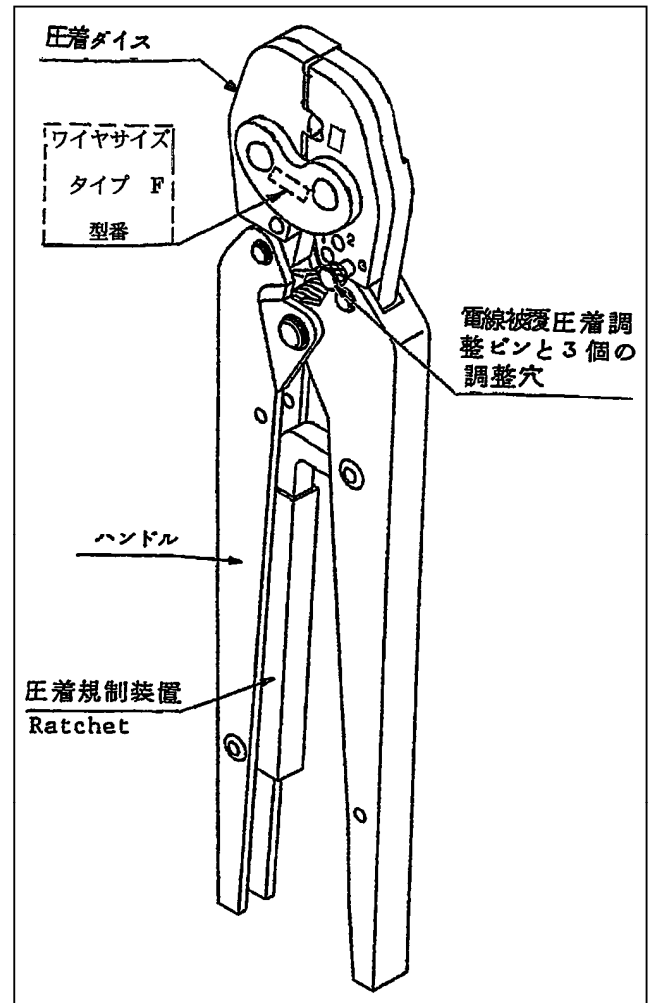

Fig. 1
- (a) この工具 (Fig.1 参照) は、Fig.2 に示す各種端子を電線に圧着するのに使用されます。